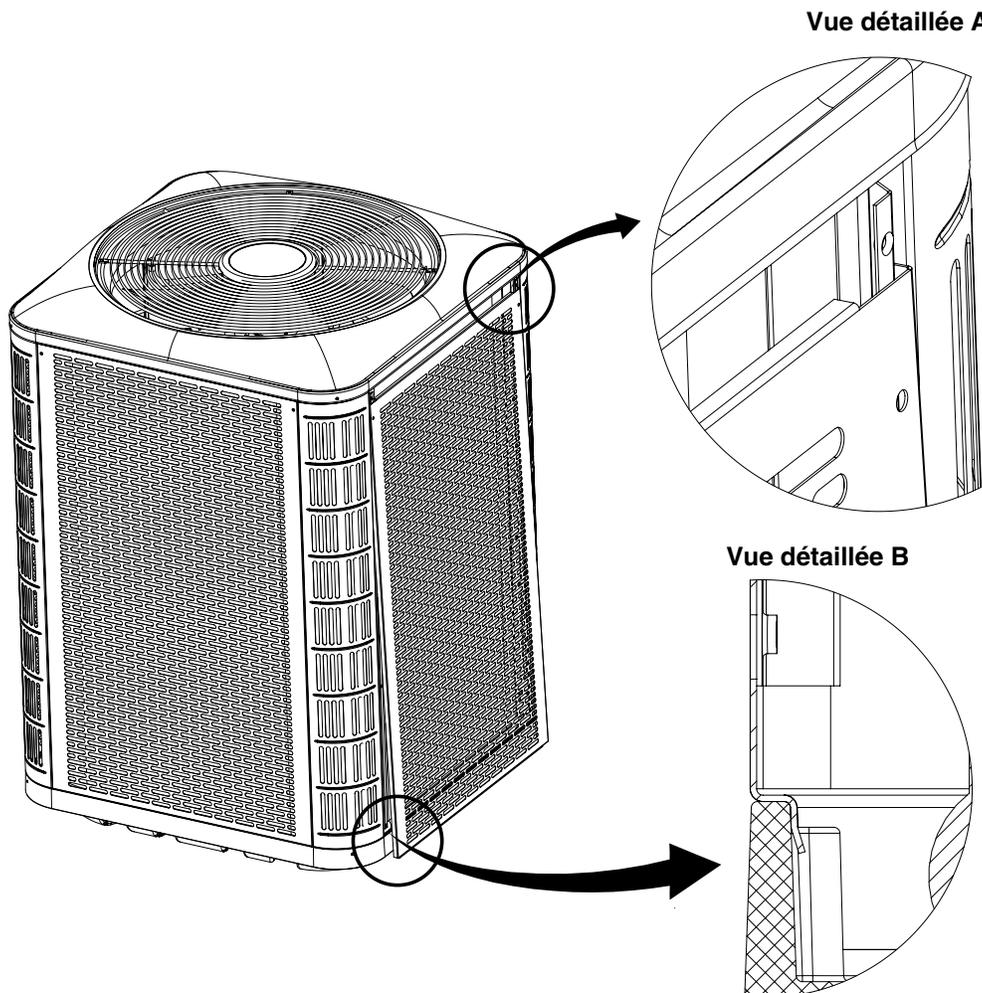

Figure 3. Installation du panneau
1. Insérez les coins supérieurs des brides latérales du panneau dans les rainures du montant de coin, tel que montré en Détail A dans la Figure 3.